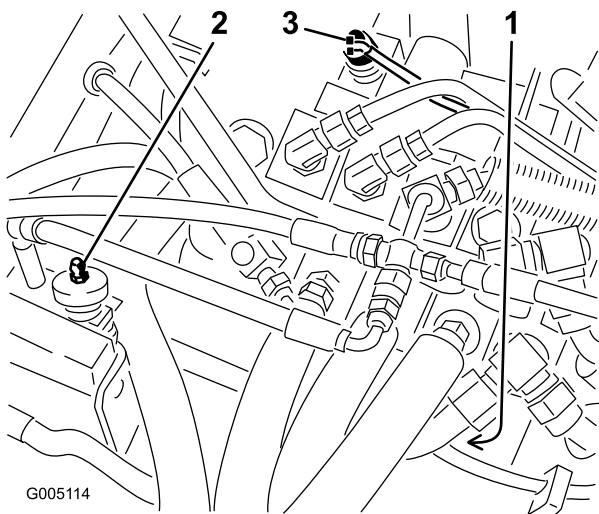

Figura 39
2. Rimuovete la guaina dal terminale del pulsante del microinterruttore del sedile (Figura 39) e conservatela per l'installazione sul microinterruttore di ricambio. Scollegate i connettori del microinterruttore.
2. Scollegate i connettori del microinterruttore della trazione, installato nel coperchio del distributore sulla valvola selettrice (Figura 39).
2. Scollegate i connettori dai terminali del microinterruttore di tosatura/sollevamento installato nel coperchio del distributore (Figura 39).